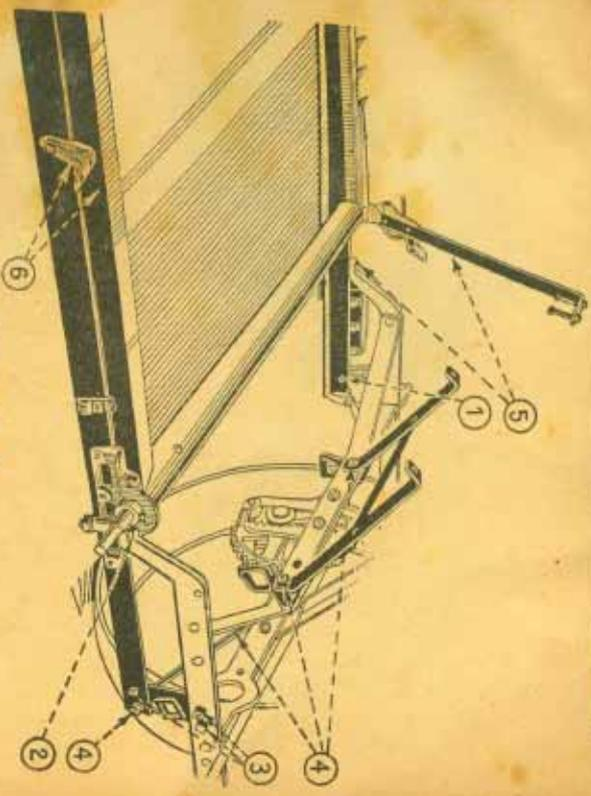

Abbildung Nr. 3.
7. Befestige das Schutzschild für die vordere Plattform-Führungsbuchse an dem Schneidebolzen, wie Abbildung Nr. 3 A zeigt.